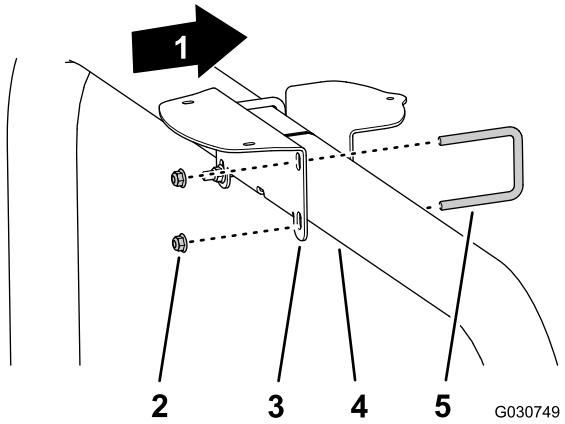

Bild 124
- Wenn die Maschine mit dem globalen Navigationssatellitensystem (GNSS) mit dem Breitbandverstärkungssystem (WAAS) ausgerüstet ist, befestigen Sie die Empfängerbefestigung mit den zwei U-Bügeln und vier Sicherungsbundmuttern (3/8") am Überrollschutzhorn (Bild 124).